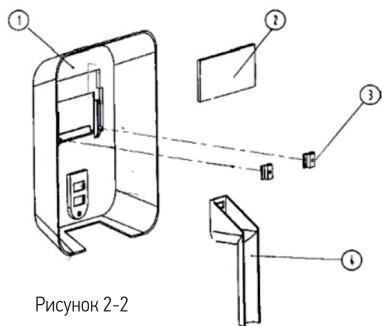

Рисунок 2-2
4.3.1 Закріпіть захисний лицьовий щиток згідно з рис. 2-2.